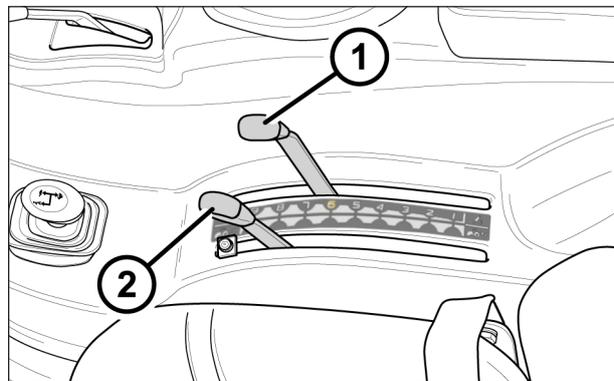

Abb.5-36
Um den Hebel (1) der Heckbedienung korrekt zu benutzen, muss man die Betriebsart "Positionsregelung" des Krafthebers mit dem Hebel (1 - Abb. 5-36) wählen.